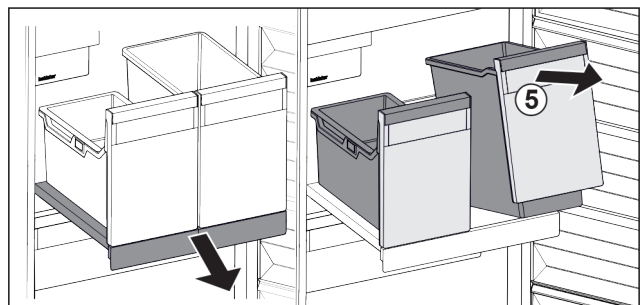

Fig. 118
- ▶ Behälter Fig. 118 (5) vorne anheben.